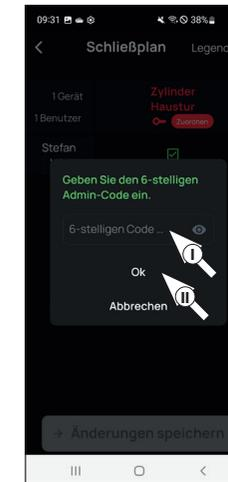

Abb. 5
- 6 Sie werden gebeten, sich mit Ihrem Administratorcode zu verifizieren. Geben Sie ihn ein und bestätigen Sie mit „OK“ (Abb. 5).